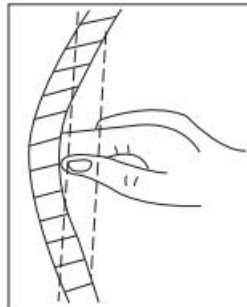

Figure 2
3. Drücken Sie mit der Hand auf den Riemen. Bei richtiger Einstellung sollte sich der Riemen 1,27 cm bewegen. (siehe Abbildung 2)